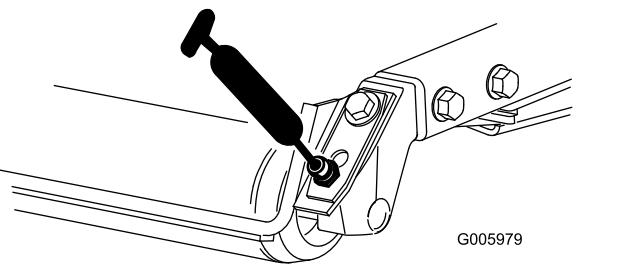

Figura 24
- Rolamentos do cilindro traseiro (2 por cada unidade de corte) (Figura 24 )